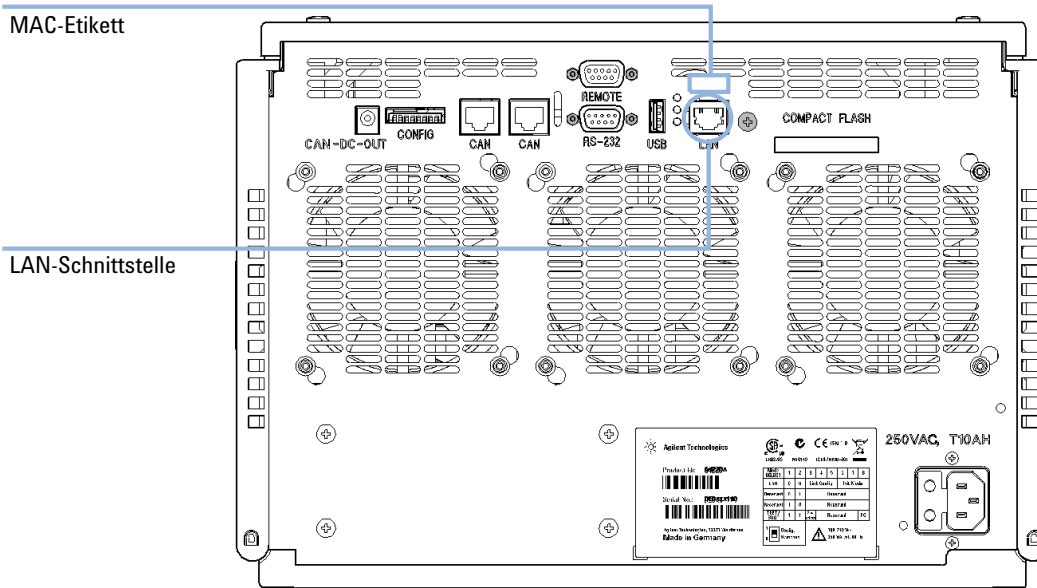

Abbildung 35 Position der LAN-Schnittstelle und des MAC-Etiketts
- 1 Notieren Sie die MAC-Adresse (Media Access Control). Die MAC- oder Hardware-Adresse der LAN-Schnittstelle ist eine weltweit eindeutige Kennung. Keine andere Netzwerkkomponente besitzt dieselbe Hardware-Adresse. Sie finden die MAC-Adresse auf der Rückseite des Moduls auf einem Etikett (siehe Abbildung 35 auf Seite 245).
- 2 Verbinden Sie die LAN-Schnittstelle (siehe Abbildung 35 auf Seite 245)